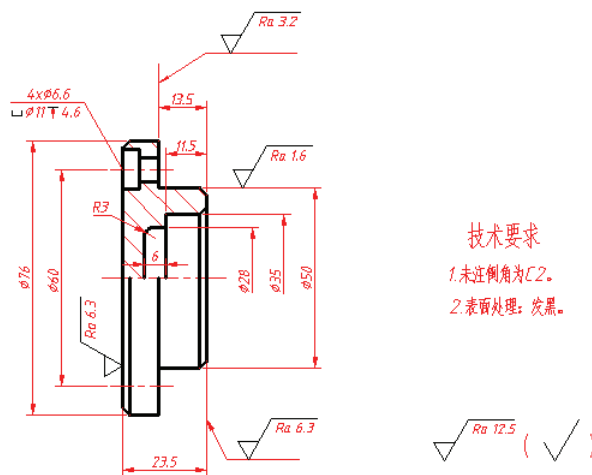

图 15-156 绘制零件图练习
- (1) 在绘制与圆弧或圆均相切的直线时, 应该如何指定相应的切点?
- (2) 如果要频繁修改平面图中的图形形状尺寸, 那么最佳的设计方法是不是使用参数化功能? 使用参数化功能的一般思路是怎样的?
- (3) 在绘制工程零件时, 哪些标注项目可以使用属性块的方式?
- (4) 上机练习: 绘制图 15-156 所示的图形, 并在新文件中创建其三维模型。